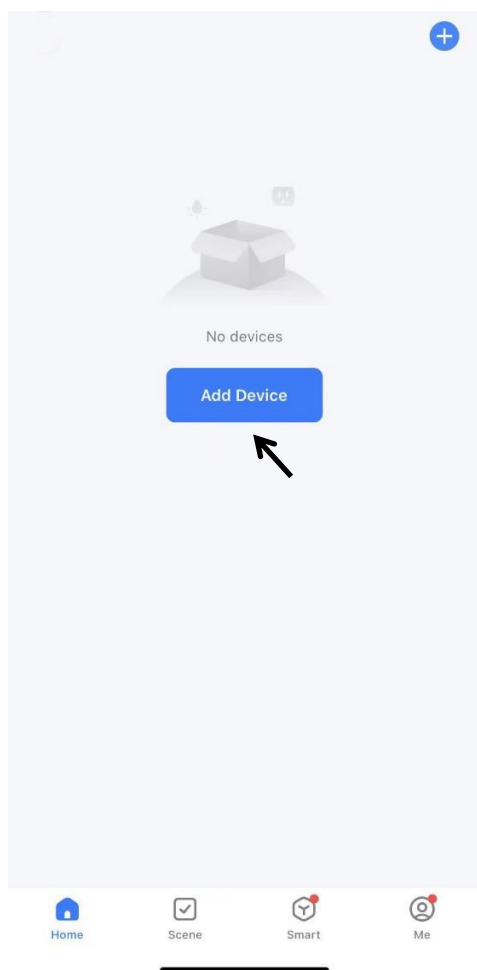

Fig. 1
- La unidad debe instalarse en una superficie plana, y donde la salida de aire no quede bloqueada. La distancia necesaria alrededor de la unidad debe ser de al menos 30 cm. (**Fig. 1**)
2. Regístrese o inicie sesión en su cuenta en la aplicación. Seleccione «+» en la esquina superior derecha o el botón «Add device» (Agregar dispositivo) para añadir su dispositivo. (Fig. 1)